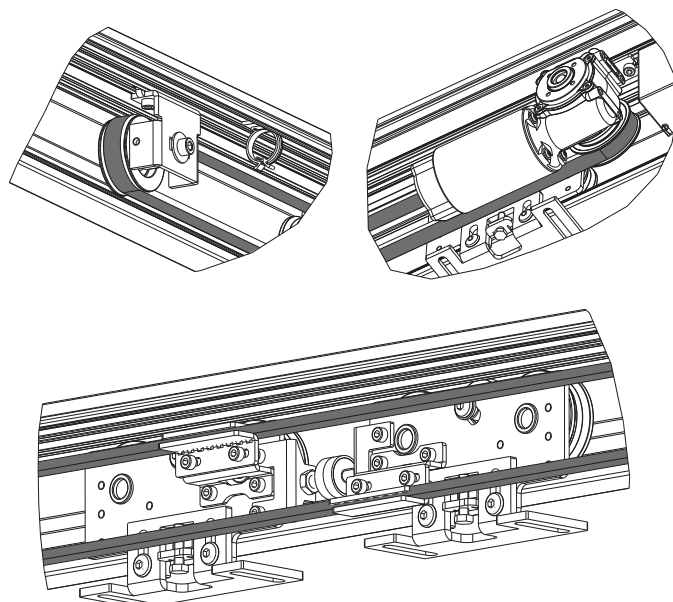

fig. 12
- fissare una estremità della cinghia sul relativo attacco del carrello. Scorrere la cinghia sul pignone del motoriduttore e sul tendicinghia (che **NON** deve essere in tensione), fino a congiungere le due estremità (in questo modo si determina la lunghezza ottimale della cinghia), vedi fig. 12;
- fix one end of the belt to the relative attachment of the carriage. Slide the belt on the gearmotor pinion and belt tensioner (that **MUST** be slack), until the two ends join (this way you find the belt optimal length), see fig. 12;